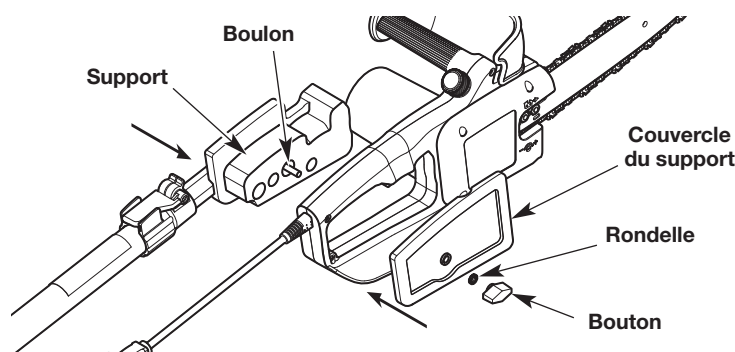

Fig. 2
3. Insérer le support dans la section ouverte entre la poignée arrière et le protège-main arrière (Fig. 2). Le support doit être maintenu en place en toute sécurité et il doit conserver la commande du levier d'accélération en position enfoncée.
4. Faire glisser le couvercle du support sur le boulon (Fig. 2).
5. Faire glisser la rondelle sur le boulon (Fig. 2).
6. Faire glisser le bouton sur le boulon (Fig. 2). Tourner le bouton dans le sens horaire pour serrer le couvercle en toute sécurité sur le support.
3. Tourner le bouton dans le sens antihoraire pour enlever le bouton du boulon (Fig. 2).
4. Retirer la rondelle du boulon (Fig. 2).
5. Retirer le couvercle du support du boulon (Fig. 2).
6. Séparer la tronçonneuse du support (Fig. 2).